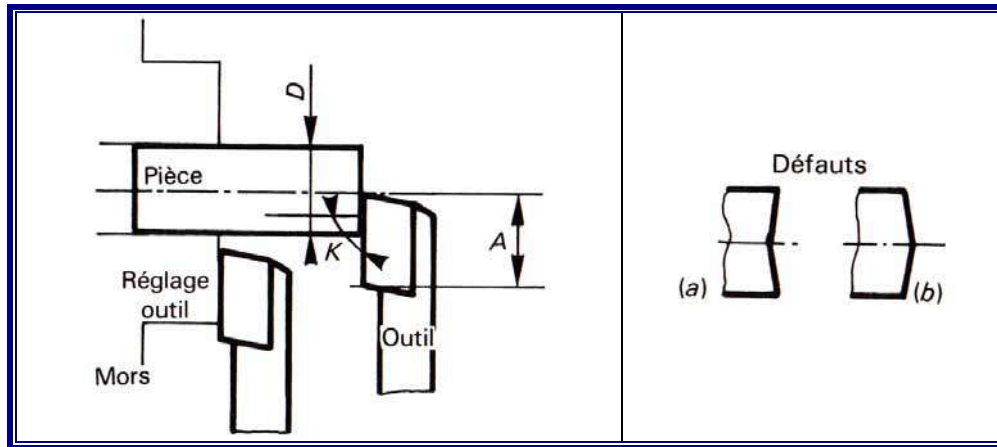

Figure 11
**2.5 Mise à longueur (fig.11)**